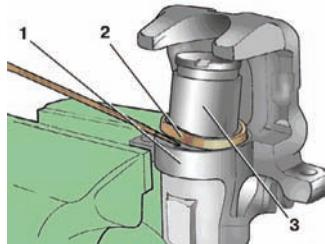

Рис. 6. Установка поршня в цилиндр суппорта.
15. Аккуратно вставьте наружную кромку защитного колпака 2 (см. рис. 6.) в паз цилиндра 1.